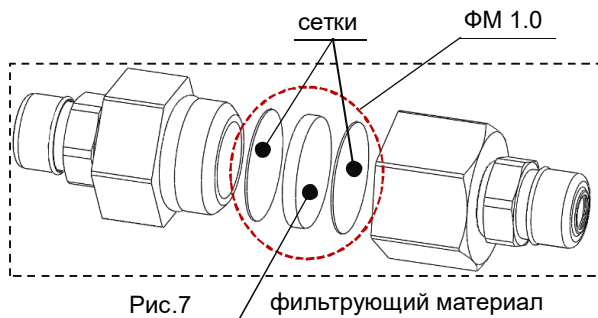

Рис.7
- **очистка или замена фильтрующих элементов фильтра ФМ 1.0** (рис.7) – отсоединить фильтр от шлангов и раскрутить его корпус, аккуратно вынуть все фильтрующие элементы и продуть (не повредив) их сжатым воздухом, или заменить новыми из ремкомплекта ФМ 1.0 (поставка по дополнительной заявке).